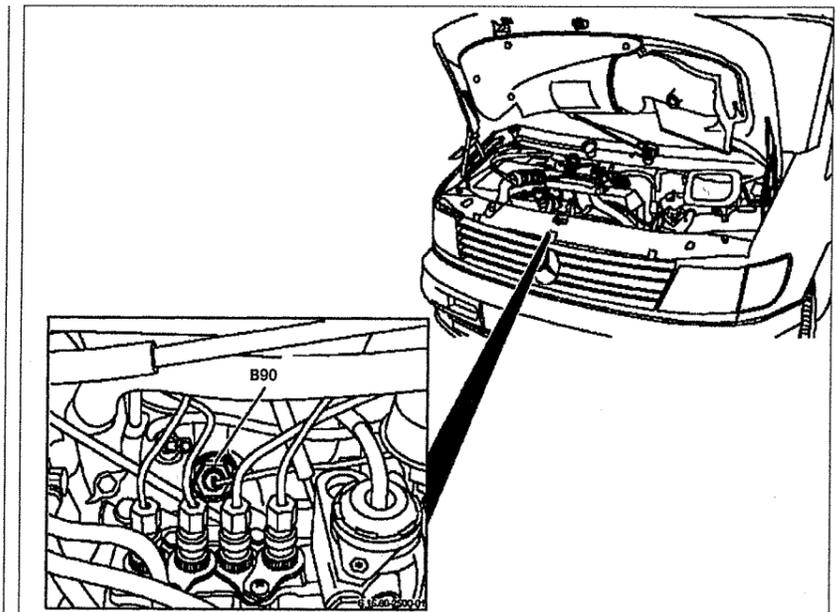

Рис. 4.56. Датчик температуры электронной системы управления впрыском топлива В90.
2. Отсоедините разъем проводки от датчика температуры В90 (см.рис.4.56).